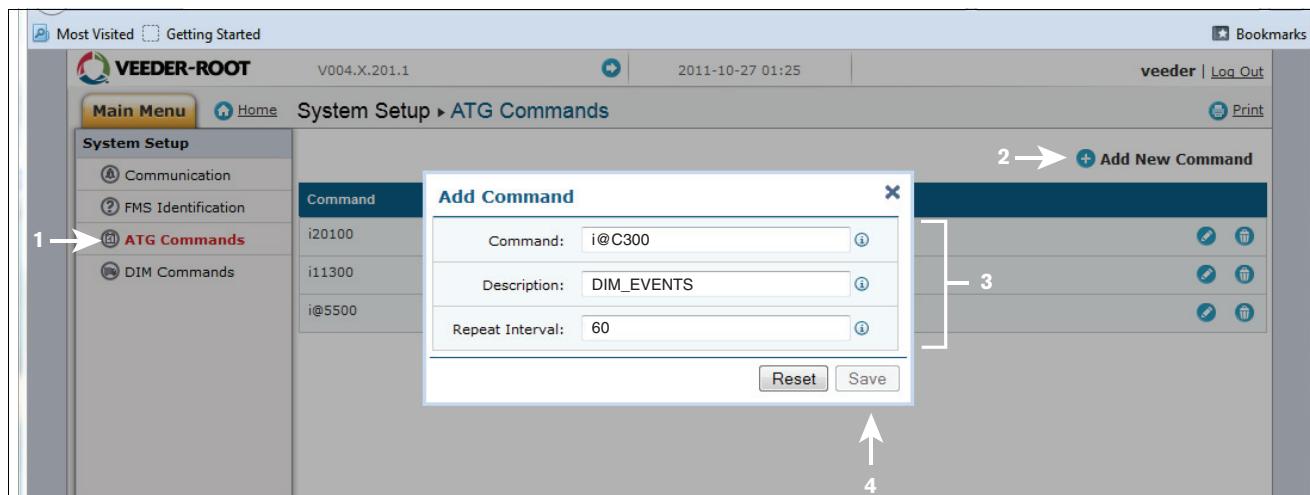

Figura A-6. Immissione del comando ATG
9. Andare all'applicazione "DLSetup" facendo clic sulla freccia bianca nel cerchio blu in alto a centro della schermata (vedere la Figura A-6) e in "Setup sistema" fare clic su "Comandi ATG (1 nella Figura A-6)". Quindi fare clic sul testo "+ Aggiungi nuovo comando" in alto a destra nella schermata (2 nella figura). Quando viene visualizzata la finestra di dialogo Aggiungi comando, immettere il comando "i@C300", aggiungere la descrizione "DIM_EVENTS", impostare Ripeti intervallo su "60" (3 nella figura) e fare clic su Salva (4 nella figura).